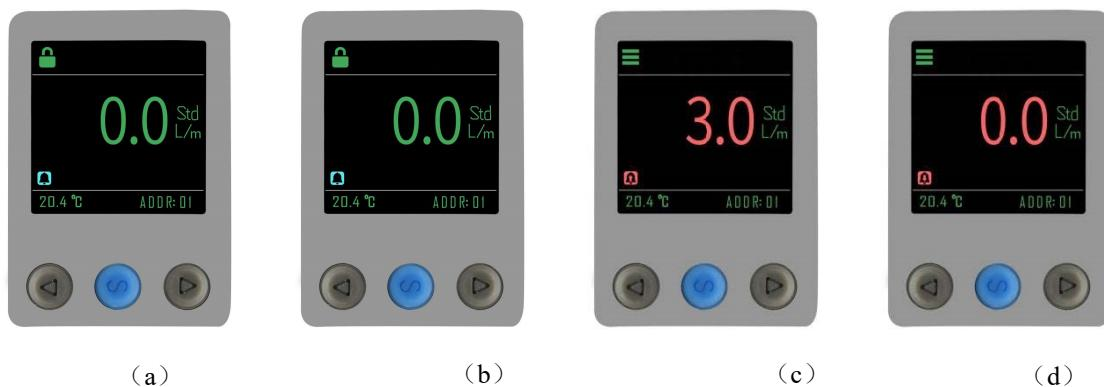

图9. 报警功能说明图 (以SKD5004无温度带显示为例)
上电后传感器进入主界面, 如图 9(a)所示, 如需设置报警状态, 则需长按中间的蓝色按钮 2 秒后进入设置菜单页面, 按左右两个三角按钮上下切换功能选项。
1. 当报警开关开启时，主界面会出现一个报警铃铛，如图9(b)所示。
3. 当流量超过设置的流量上限或者下限值时，主界面会出现一个箭头向上或者向下的铃铛，同时字体颜色也变为红色，如图9(c)和图9(d)所示。